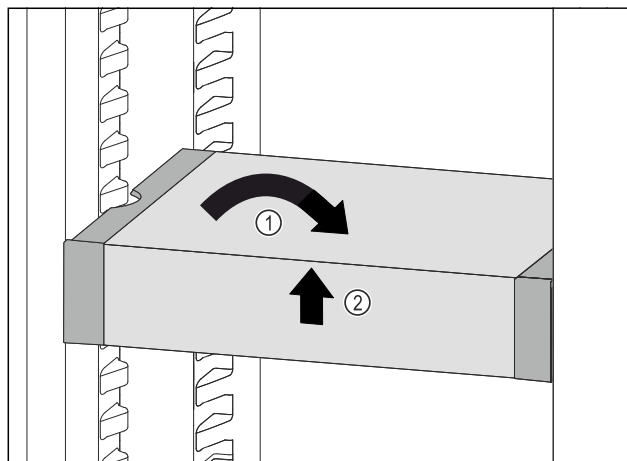

Fig. 111
- ▶ 将 VarioSafe 放平。Fig. 111 (1)
- ▶ 抬起 VarioSafe 前部。Fig. 111 (2)